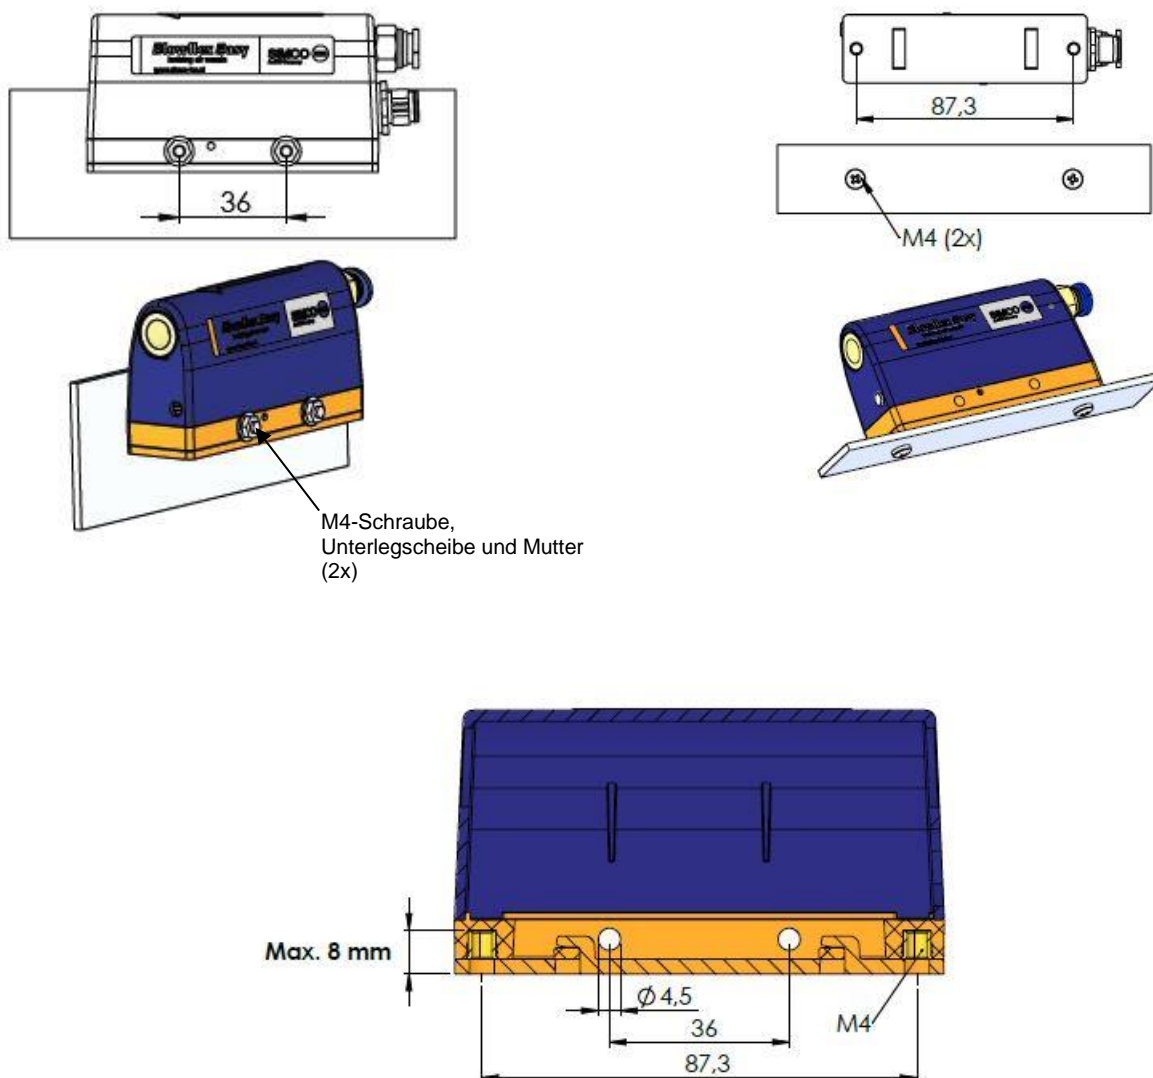

Abbildung 5.2: Befestigung mit vorhandenen Befestigungsbohrungen
- Montieren Sie den Ionisator entsprechend einer der in Abbildung 5.2 aufgezeigten Möglichkeiten.